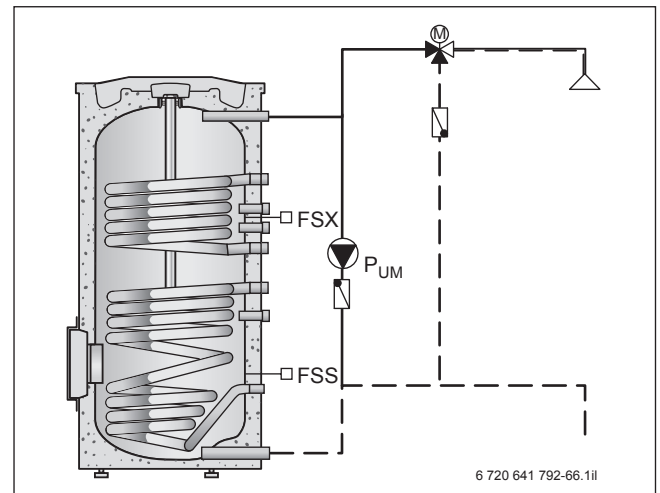

Bild 99 Umschichtung bei einem Solarspeicher
- Temperatur durch Kessel-Nachheizung und eine Umschichtung des gesamten Speicherinhalts sicherstellen (→ Bild 99).